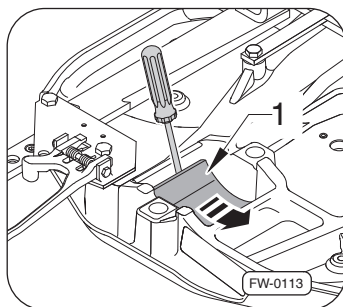

図28 ベアリングの交換
2. ベアリング・インサート（図28 矢印1）をスクレュードライバを使ってテコの要領で外して下さい。